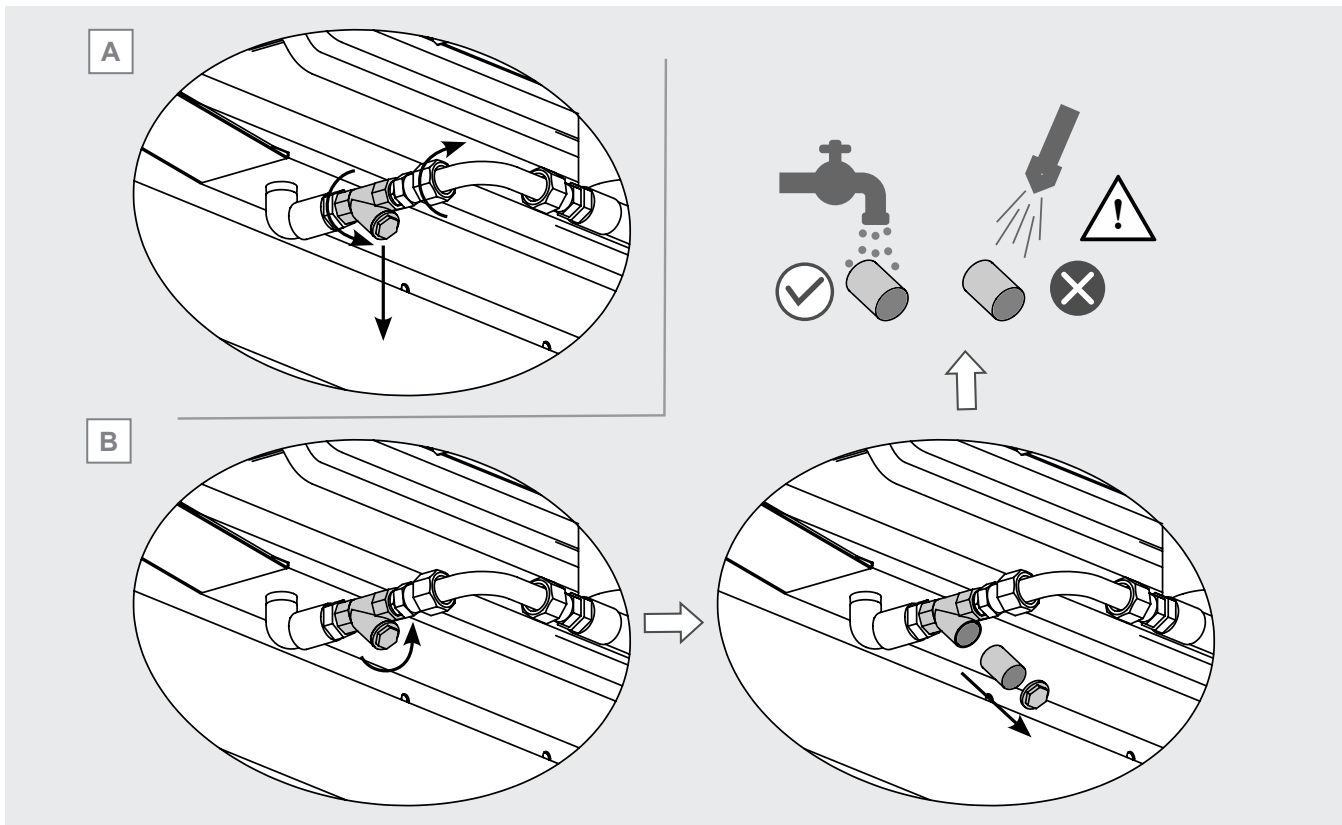

Figura 28
- 12.16.5 Si es necesario sustituir todo el filtro, desenrosque las conexiones de los extremos, véase la Figura 28 A: primero el acoplamiento rápido y después la tuerca. Retire el filtro y sustitúyalo por uno nuevo con las mismas dimensiones y características: preste atención a la presión nominal que figura en la carcasa. En caso necesario, póngase en
- 12.16.6 Para limpiar el filtro, desenrosque la tapa de cierre situada en la parte inferior del cuerpo, retírela y extraiga la cestilla interior. Tenga cuidado de no dañar la cestilla. Ver la Figura 28 B.